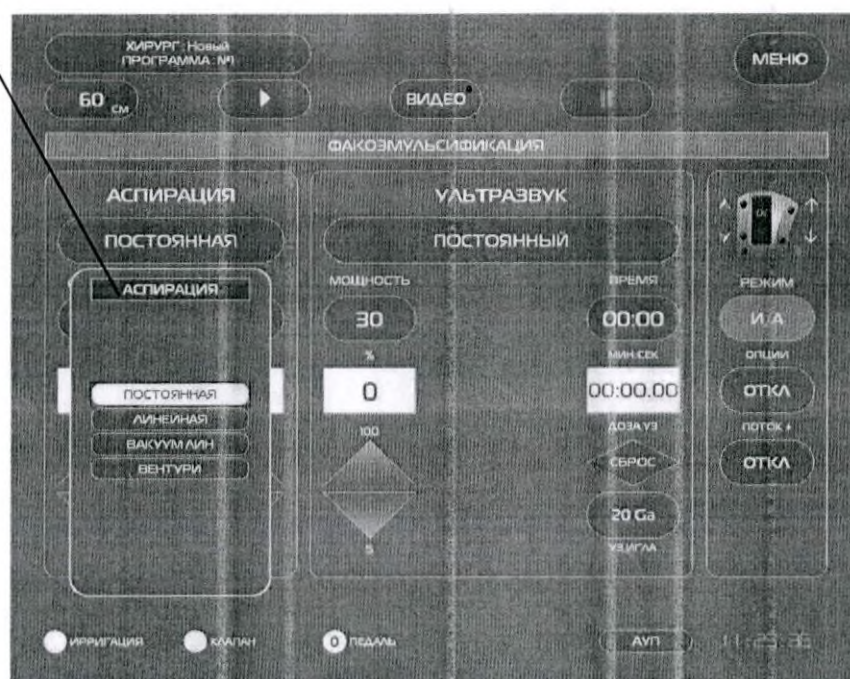

Рис.14.10 – Выбор режима аспирации.
- Клавиша-табло «АСПИРАЦИЯ» (Рис.14.10) – выбор режима аспирации: